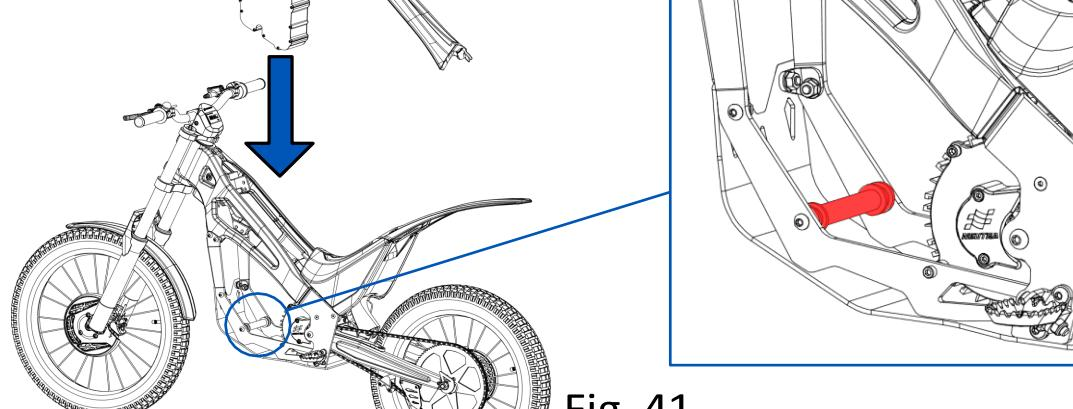

Fig. 41
- 3- Debe deslizar la batería introduciéndola en el interior de la motocicleta (Fig. 41). Debe asegurarse de posicionar correctamente el encaje de la batería con la barra de anclaje del chasis (en la imagen marcada en rojo).